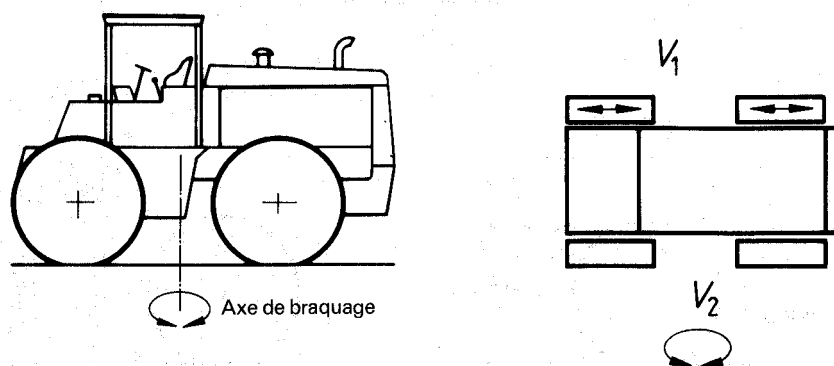

Figure 7b) — Direction agissant sur les roues d'un même côté ($V_2 = 0$)
5.1.3.4 Direction agissant sur les roues d'un même côté [voir figure 7b)]